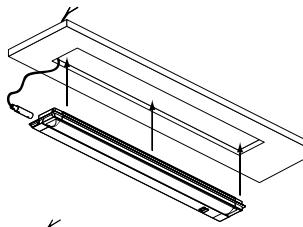

Fig. 4
- 8.2.1. Make a hole ø10mm for the mains lead to pass through, fig. 4.
- 8.2.3. Insert the SLIDE fitting into the previously made slot, fig. 4.
- 4.4. SLIDE IN HALBEINBAUAUSFÜHRUNG: Gerät für die Montage unter Konsole in Halbeinbauausführung mit externem flexiblem Kabel und nicht auswechselbarem Z-Anschluss. Bei beschädigtem Kabel muss das Gerät zerstört werden (Abb. 4).